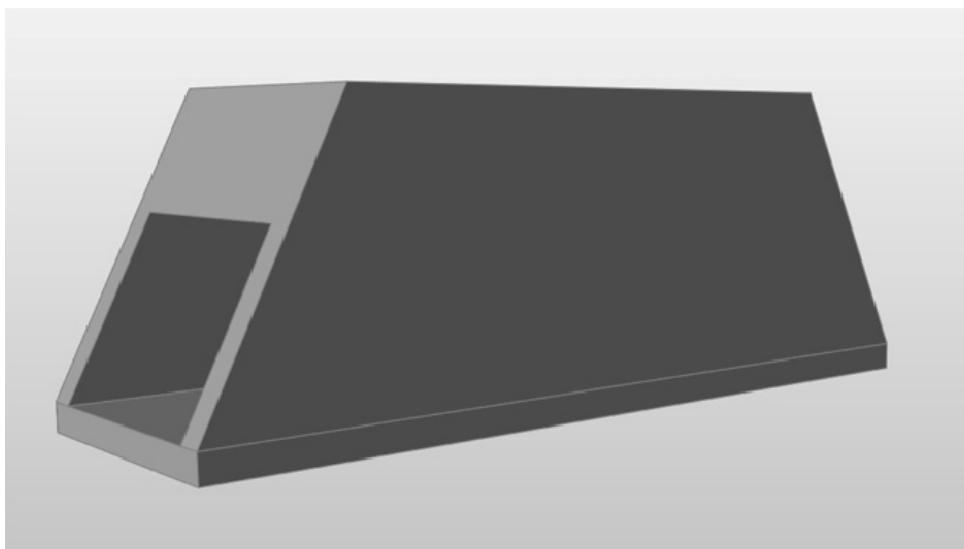

图 4-30
9) 单击鼠标右键或按〈Esc〉键退出推/拉模式，然后使用鼠标右键旋转模型至合适的角度，如图 4-30 所示。